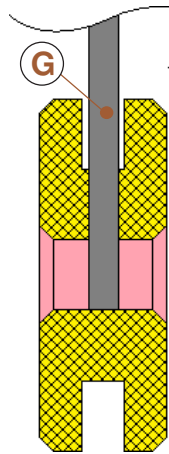
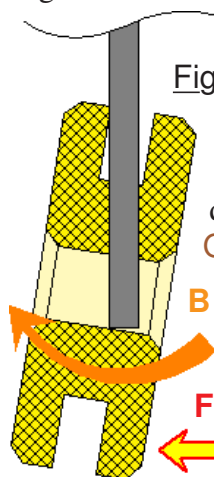
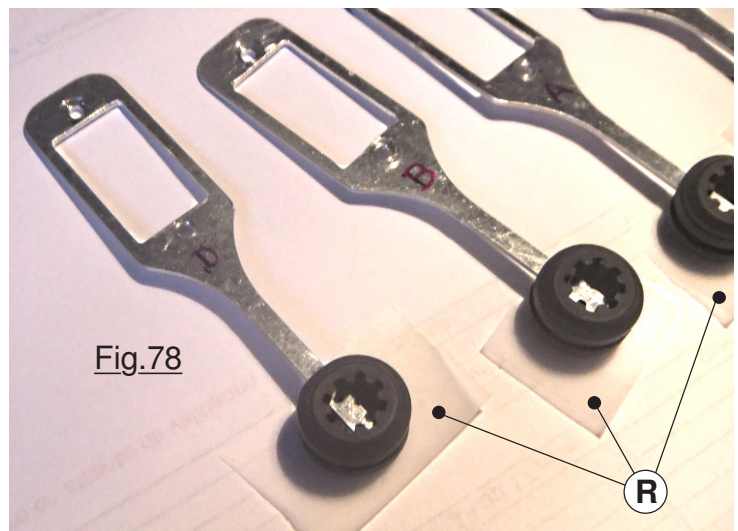

Fig.76
Fig.77
Fig.78
**fils** et le problème est résolu. Pour immobiliser de tels dispositifs particulièrement faciles à se procurer dans les enseignes d'électronique, il suffit de percer radialement le noyau intérieur, et comme montré sur la Fig.76 d'introduire à force la griffe **G**. Cette solution fort simple n'est pas suffisante. En effet, quand l'exploratrice martienne se déplace les frottements **F** (Voir la Fig.77) de glissement engendrent des efforts de basculement **B** et l'élément caoutchouté se met en biais.
Pour remédier à cette petite difficulté il suffit d'emplir le noyau, zone coloriée en rose sur la Fig.76, de colle Araldite ce qui oblige à déposer les quatre **Griffes**. Sur la Fig.78 le moulage est préparé. Les quatre membres ont été entièrement démontés et sont posés à plat. On va couler la colle Araldite qui avant de polymériser est relativement "liquide". Le dessous des patins en caoutchouc est bouché par du ruban adhésif **R**. On mélange les deux composants et on remplit **à refus** le trou central. Avec un cure dents on "titille" la colle pour évacuer les bulles d'air. Quand on démoule, la colle mélangée étant avant durcissement relativement visqueuse, le noyau n'est pas entièrement rempli. En **C** c'est presque parfait, en **A** pas terrible et en **B** franchement mauvais. Il suffit de refaire un peu de colle et de boucher les orifices. Quand l'ensemble est bien solidifié, on coupe la colle qui dépasse, on teinte en noir le milieu et il ne reste plus qu'à remonter les **Griffe**. (Sur les éléments utilisés le noyau est dentelé. C'est rare, en général l'orifice central est cylindrique. Ce détail de forme est strictement sans importance.)